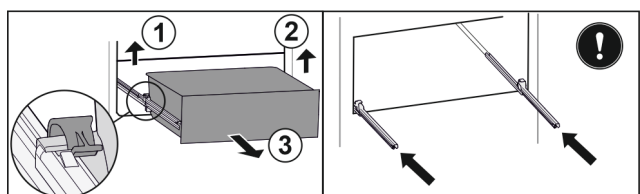

Fig. 127
- ▶ Linke Klemme anheben und gleichzeitig Schubfach links nach vorne ziehen. *Fig. 127 (1)*
- ▶ Rechte Klemme anheben und gleichzeitig Schubfach rechts nach vorne ziehen. *Fig. 127 (2)*
- ▶ Schubfach nach vorne entnehmen. Fig. 127 (3)